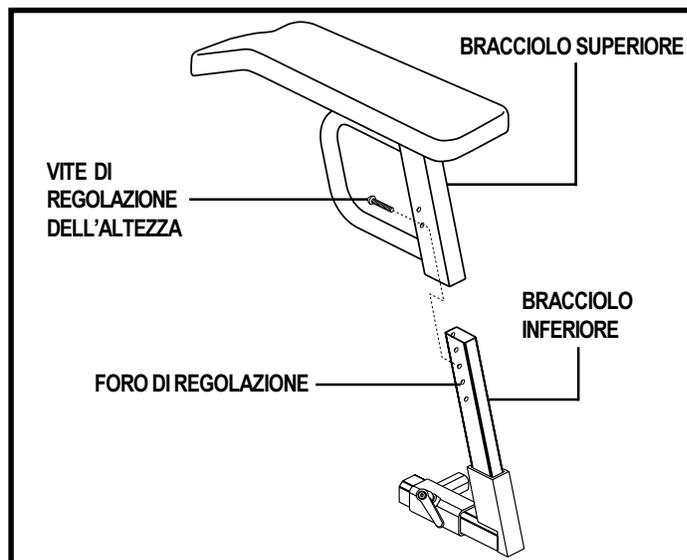

Figura 17. Regolazione dell'altezza del bracciolo
1. Estrarre la vite di regolazione dell'altezza dal bracciolo. Vedere figura 17.